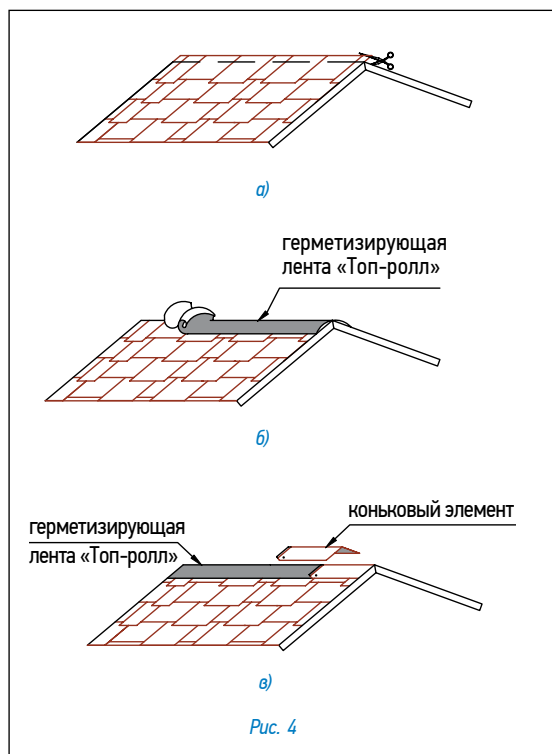

Рис. 4
Ендова (рис. 4)
- далее устанавливаются внахлест специальные коньковые элементы (направление укладки по преимущественному направлению ветра). Каждый коньковый элемент плотно прижимается к основанию кровли и фиксируется двумя гвоздями из нержавеющей стали длиной 35 мм, которые перекрываются следующим коньковым элементом (рис. 4в).
Конек (рис. 4)
- Верхний ряд черепицы доводится до линии конька (ребра), выступающие части листов обрезаются (рис. 4а);
- линии коньков и ребер герметизируются специальной самоклеящейся лентой «Топ-ролл» (рис. 4б);
Верхний ряд черепицы доводится до линии конька (ребра), его выступающая часть перегибается через конек и фиксируется на противоположном скате. Коньковые элементы нарезаются непосредственно из листов черепицы по линиям вырезов и подкраиваются в форме трапеции (рис. 4). Полученные таким образом элементы укладываются внахлест на коньки и ребра (направление укладки по преимущественному направлению ветра). Каждый коньковый элемент фиксируется двумя гвоздями из нержавеющей стали, которые перекрываются следующим коньковым элементом.